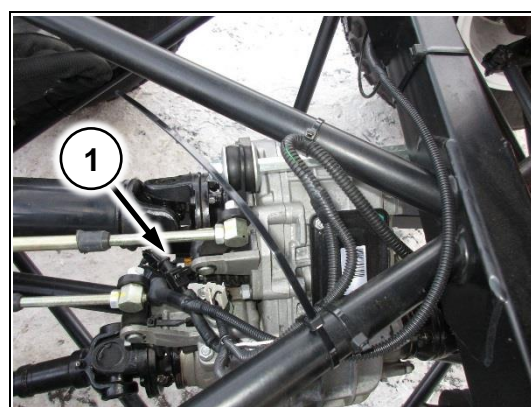

Рис. 163
- 1) Соедините жгут с датчиком на раздаточной коробке (Рис. 163/1)